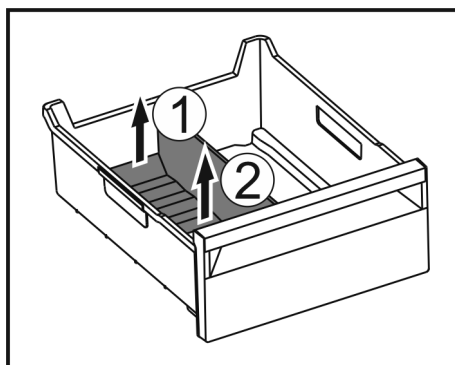

Fig. 153
- ▶ Podnieść tylną część separatora do szuflady na lód. Fig. 153 (1)
- ▶ Separator do szuflady na lód podnieść do góry. Fig. 153 (2)